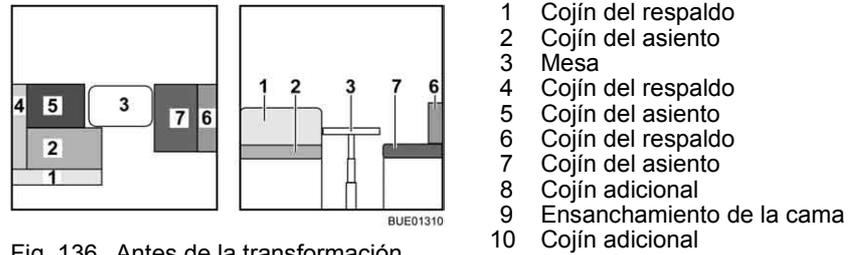

Fig. 136 Antes de la transformación
- Transformar la mesa (Fig. 136,3) en base de cama (véase apartado 6.10).
- Quitar los cojines del respaldo (Fig. 136,1 y 4) y ponerlos a un lado.